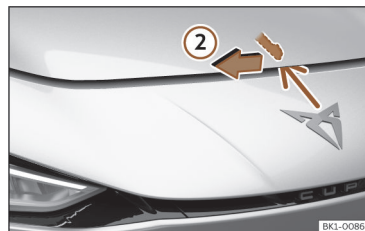

Fig. 190 Alavanca sob o capô.
- Para levantar o capô, pressione para a esquerda com a palma da mão para baixo a alavanca situada sob o capô, no centro >>> **Fig. 190** ②. Os ganchos de fixação ficam desbloqueados.